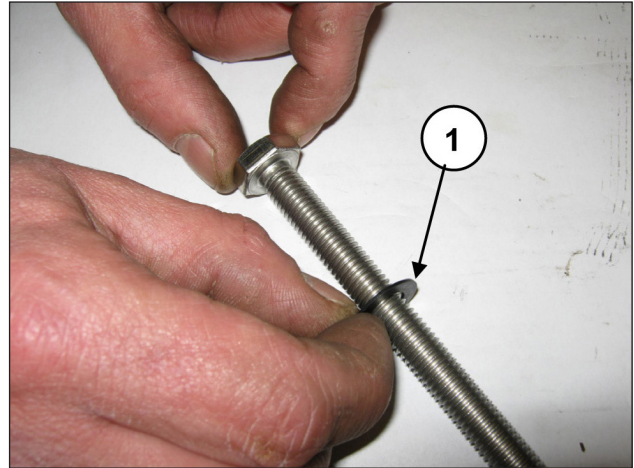

Abb. 157
Befestigungsschraube des Kolbens (Pos. ①, Abb. 157).